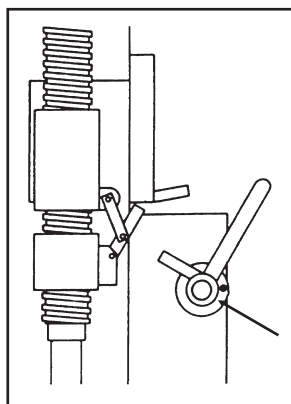

Fig.56 Abb.56
nati come indicato in fig.56. In caso di rottura della coppiglia in
must be in the position shown in fig. 56.
3) Avant la mise en service, s'assurer que les blocages mécaniques de sécurité soient positionnés comme sur la fig. 56. En cas de rupture de la goupille qui maintient la sécurité ouverte, la remplacer avec une de celles fournie dans le sachet d'accessoires.
3) Vor des Ingangsetzens, muß man sich versichern, daß die mechanische Sicherheitsvorrichtungen, die in der untere Teil der Säulen sind, wie im Abbildung 56 positioniert sind. Wenn der Eisensplint der mechanische Sicherheitsvorrichtung kaputt ist, soll man ihn einsetzen. Der neue Splint ist in dem Zusatzteilenpaket.
3) Antes de la puesta en marcha, cuidar que los blocajes mecánicos de seguridad en la parte inferior de las columnas sean colocados según se indica en la Fig. 56. En caso de rotura del pasador de hierro que sujeta la seguridad mecánica, reemplazarlo con aquello que se halla en la caja de accesorios.